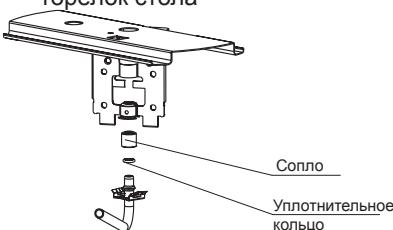

рис. 10
#### 15.1. Проведение замены сопла при ремонте, а также при переводе на другой тип газа (рис.10, 11)
**5. Снять установленные сопла, для этого отверткой необходимо отсоединить металлическую защелку от отбортовки гнезда держателей сопла и вывести газоподводящую трубку вместе с соплом из гнезда, затем снять сопло с трубки газа (рис.10). Резиновые уплотнительные кольца рекомендуется оставить на трубках;**